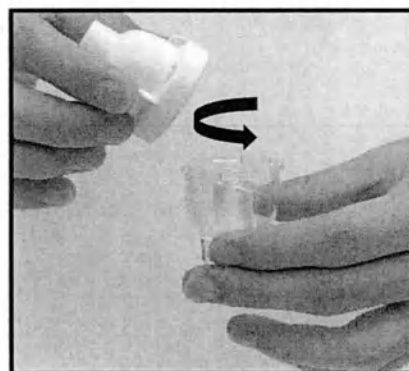

Рисунок 2
- Снимите крышку ёмкости для лекарства, аккуратно повернув её против часовой стрелки (рисунок 2).